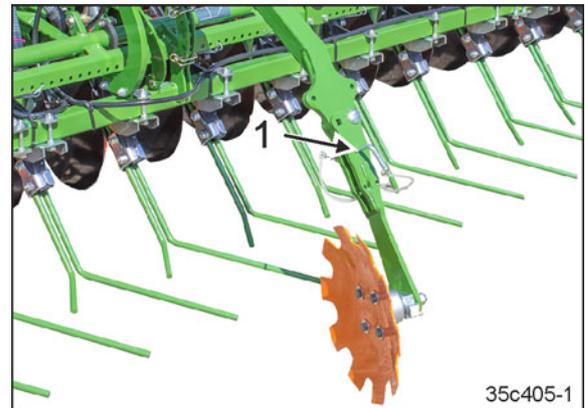

Fig. 240
3. Fixer la liaison avec l'axe (Fig. 240/1) et la bloquer.